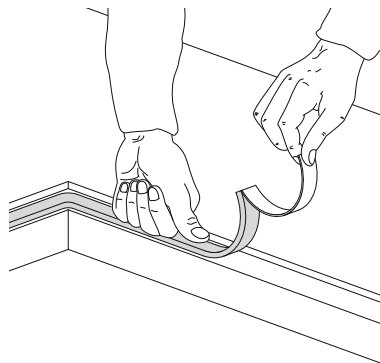

Fig. 5: ubicación del burlete aislante
- Antes de ubicar la placa es necesario extender sobre toda la superficie de la rebaja el burlete aislante que se suministra [Fig. 5].